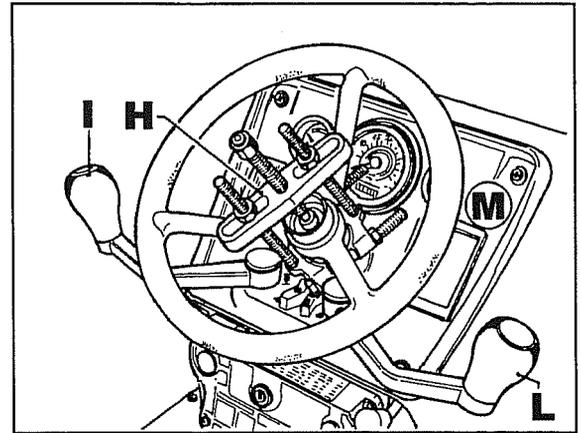

Abb. 57
- a. Unter Benutzung eines Abziehers **H** vom Typ, wie er in der Abb. 57 dargestellt ist, das Lenkrad entfernen.
- b. Den Gruppenschalthebel **I** und den Gangschalthebel **L** abnehmen, das Armaturenbrett **M** (Abb. 57) abnehmen.